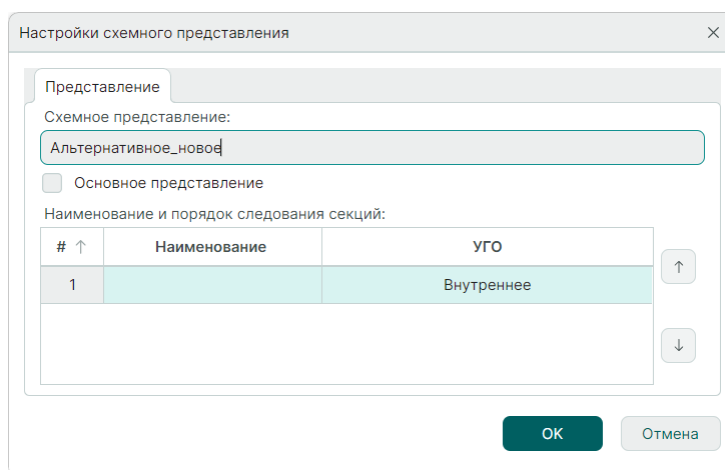

Рис. 245 Ввод нового имени схемного представления
2. Определите новое имя представления в поле «Настройки схемного представления» → «Схемное представление», см. Рис. 245.